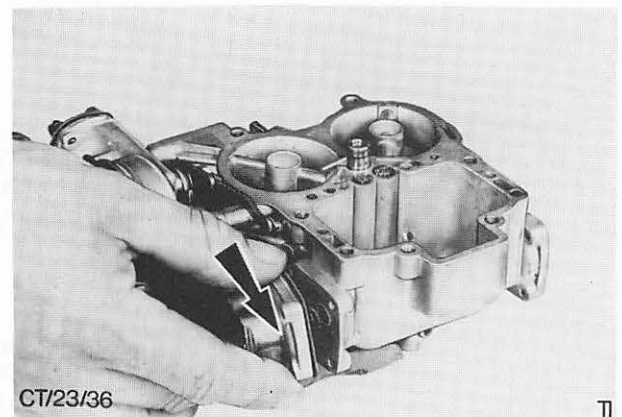

Abb. 67 Einzelteile der Beschleunigerpumpe ausbauen
7. Schrauben (4) im Beschleunigerpumpendeckel entfernen, Deckel abnehmen, Pumpenmembrane und Membran-Rückdruckfeder herausnehmen. Abb. 67. Darauf achten, daß die Feder nicht verlorengeht.